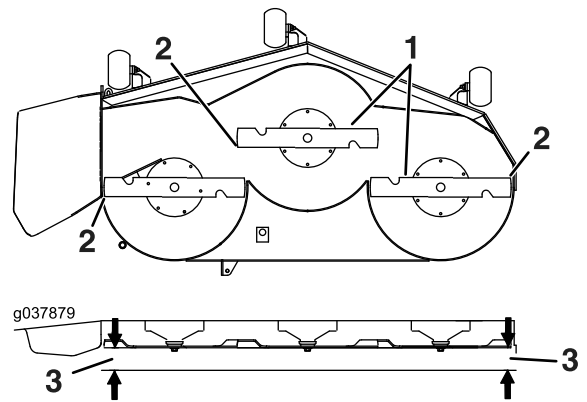

Figura 79
6. Mida entre la punta de la cuchilla y la superficie plana (Figura 79). Si hay una diferencia de más de 5 mm entre ambas dimensiones, ajuste la nivelación, y siga con este procedimiento.
14. Gire cuidadosamente las cuchillas colocándolas perpendicularmente al sentido de avance de la máquina (Figura 79).